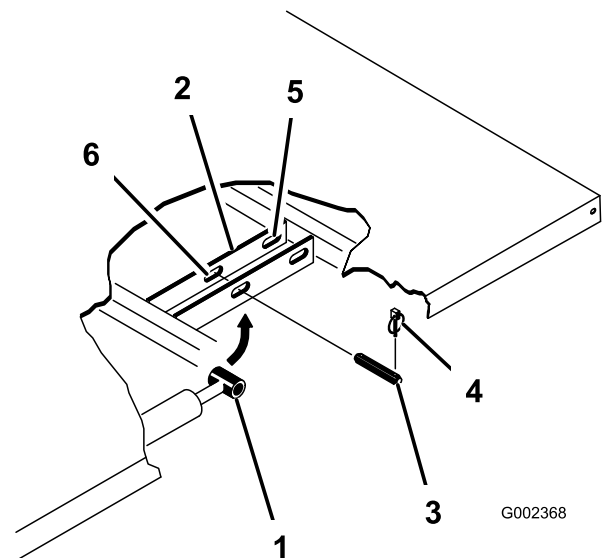

Figura 3
4. Rimuovete le coppie ad anello dalle estremità esterne dei perni con testa dell'asta del cilindro (Figura 3).
5. Rimuovete i perni con testa che fissano le estremità dell'asta del cilindro alle piastre di fissaggio del pianale, premendoli verso la linea centrale della macchina (Figura 3).